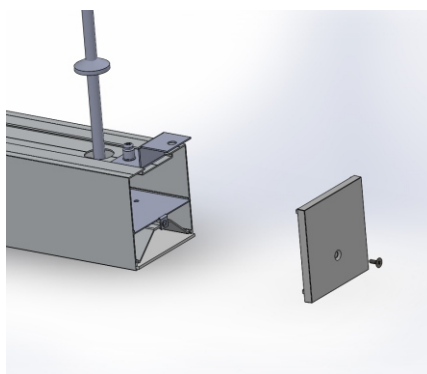

Рис.4
6. Завести пластину источника питания в корпус светильника. С помощью отвертки с крестообразным шлицем прикрутить торцевую, пластиковую заглушку винтом М4. (Рис.4)